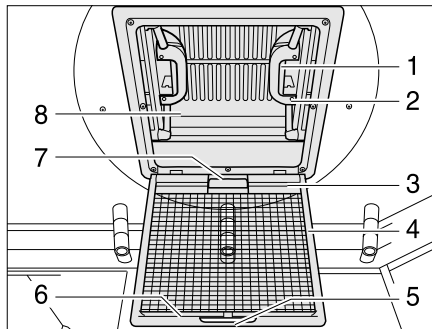

Bild 86 Dachhaube mit Schnappverschluss
- Am Griff (Bild 86,5) ziehen.
- Insektenschutz (Bild 86,4) nach unten klappen.
- Schnappverschluss (Bild 86,1) zur Innenseite der Dachhaube (Bild 86,8) drücken. Gleichzeitig mit dem Griff (Bild 86,2) die Dachhaube nach oben drücken.
- Insektenschutz (Bild 86,4) nach oben schwenken, bis er einrastet.
- An beiden Griffen (Bild 86,2) die Dachhaube (Bild 86,8) kräftig nach unten ziehen, bis beide Schnappverschlüsse (Bild 86,1) eingerastet sind.
Schließen: ■ Verdunklungsrollo am Griff (Bild 86,7) ziehen und Hakenleiste (Bild 86,3) in die Halteleiste (Bild 86,6) am Insektenschutz einhängen.
Öffnen: ■ Hakenleiste (Bild 86,3) von der Halteleiste (Bild 86,6) lösen und Verdunklungsrollo langsam zurückführen.